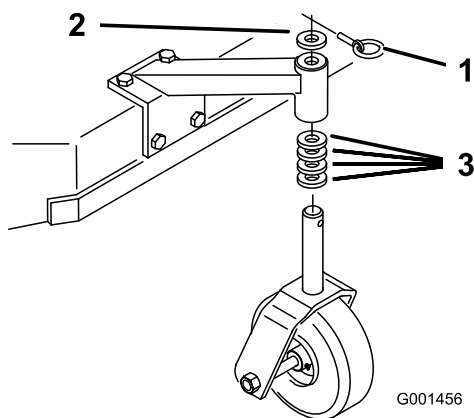

Figura 21
1. Usando la Tabla de alturas de corte, ajuste los espaciadores de las ruedas giratorias según el taladro de eje seleccionado (Figura 21).
2. Retire el pasador, retire la rueda giratoria del soporte y cambie los espaciadores (Figura 21).
3. Instale la rueda giratoria en el soporte e introduzca el pasador (Figura 21).